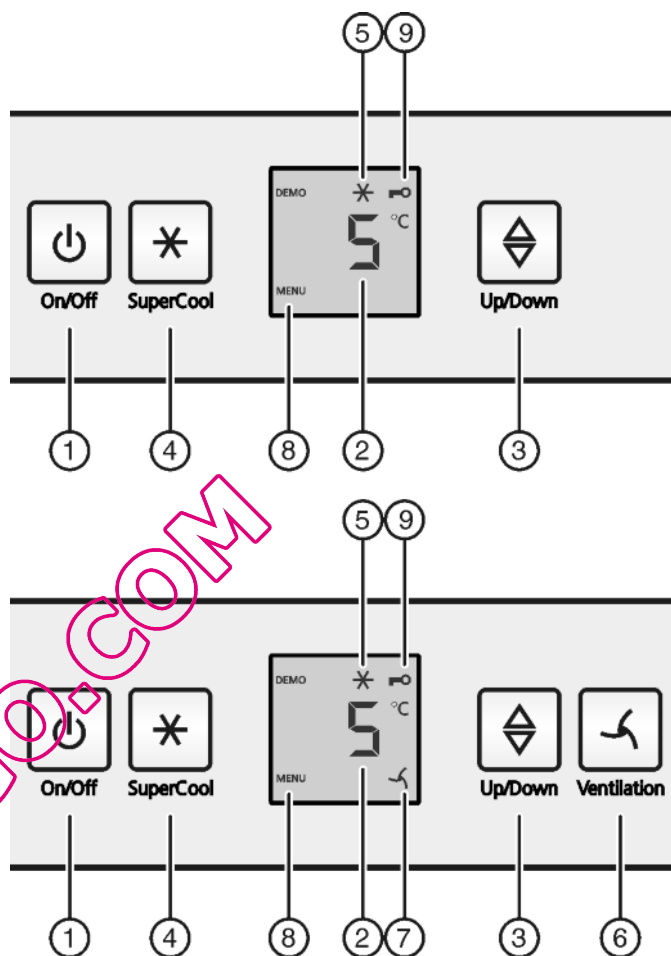

Fig. 2
- ▶ Appuyez sur la touche marche/arrêt *Fig. 2 (1)*.
- ▶ Appuyer env. 5 secondes sur la touche SuperCool *Fig. 2 (4)*.
- ▷ Le symbole Menu *Fig. 2 (8)* apparaît dans l'affichage.
- ▶ Confirmer brièvement avec la touche SuperCool *Fig. 2 (4)*.
- ▷ Le symbole Sécurité enfants *Fig. 2 (9)* s'allume dans l'affichage.
- ▶ Appuyer brièvement sur la touche On/Off *Fig. 2 (1)*.
- ▶ Appeler la fonction de température : appuyer sur la touche de réglage Fig. 2 (3).
- ▶ Modifier la température par incrément de 1 °C : appuyer sur la touche de réglage Fig. 2 (3) jusqu'à ce que la température souhaitée apparaisse dans l'affichage de température.
- ▶ Appuyer brièvement sur la touche SuperCool Fig. 2 (4).
- ▷ Le symbole SuperCool Fig. 2 (5) s'allume dans l'affichage.
- ▷ Le symbole SuperCool Fig. 2 (5) s'éteint dans l'affichage.